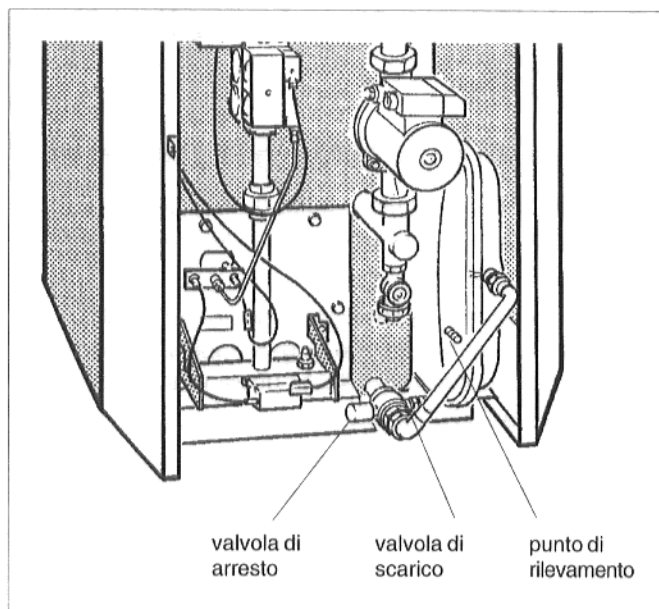

Fig. 47: Vaso di espansione; a partire dal tipo di caldaia 20-4 alla parete posteriore!
- Togliere il coperchio rosso e chiudere la valvola di arresto (Fig. 47).
- Scaricare il resto dell'acqua del vaso di espansione tramite la valvola di scarico (Fig. 47).
- Togliere il tappo del punto di rilevamento (Fig. 47), misurare la pressione e correggere se non arriva al valore di 0,75.